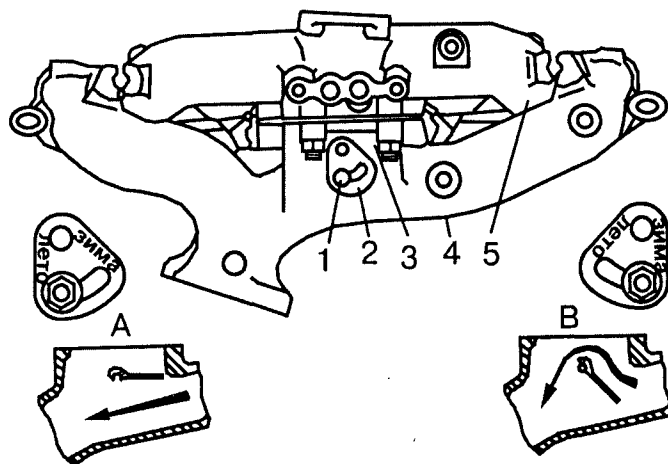

Рис. 60 Газопровод:
**Газопровод** (рис. 60) состоит из алюминиевой впускной трубы и двух чугунных выпускных коллекторов. Впускная труба и выпускной коллектор 1-го и 4-го цилиндров соединены между собой в один узел через прокладку четырьмя шпильками, а плоскость прилегания к голо-